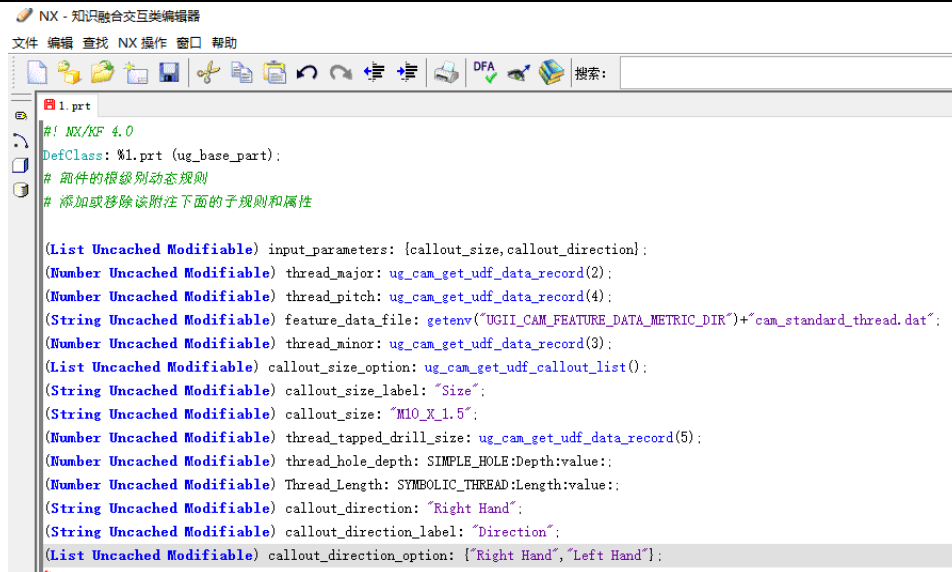

图 2
2、打开 NX-知识融合交互类编辑器，并打开步骤 1 绘制完成的文件，在空白处编写以下内容，保存并退出，如图 2。（其中，input_parameters 定义螺纹大小以及方向选项卡；feature_data_file 定义读取螺纹配置表的环境变量；